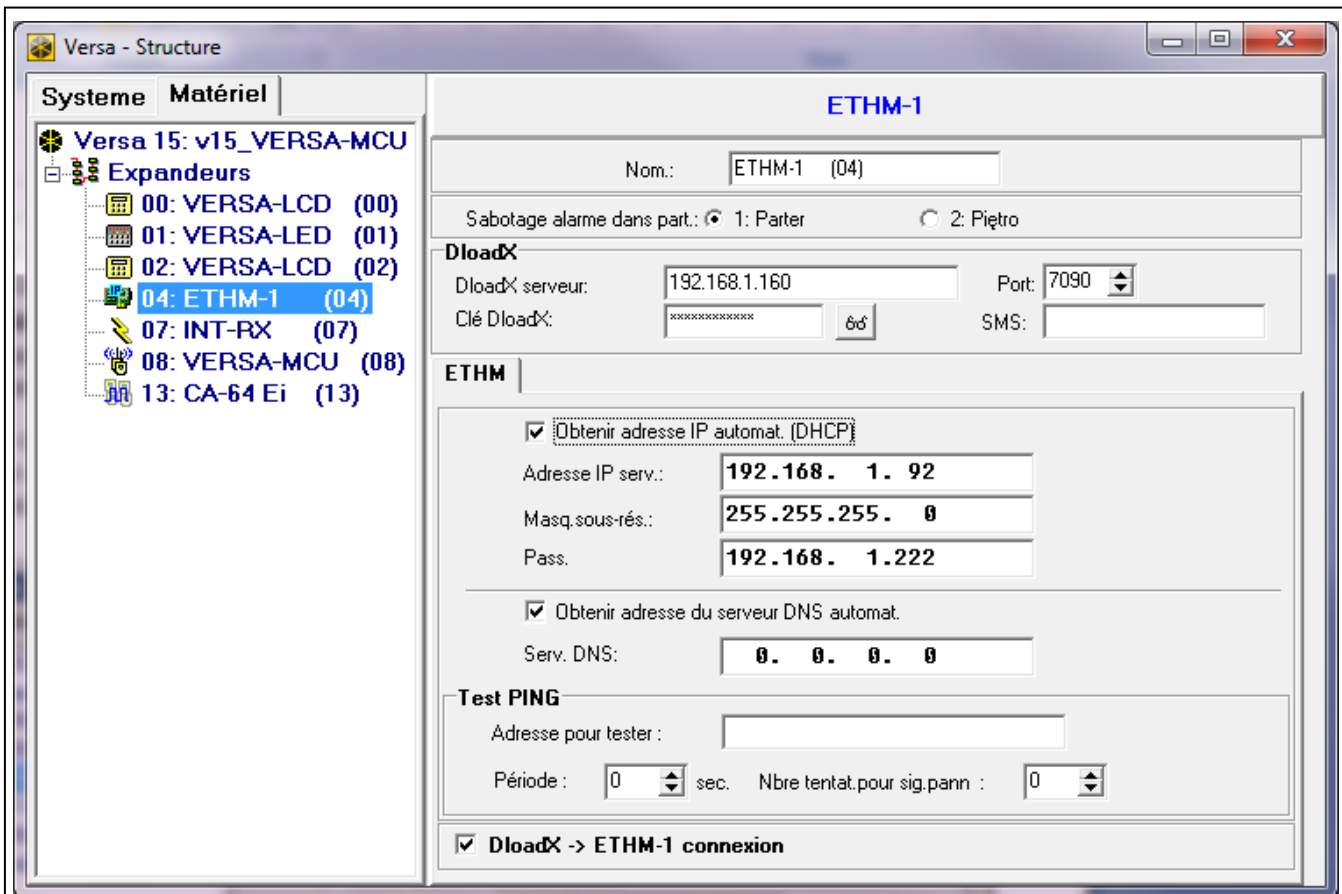

Fig. 6. Logiciel DLOADX : réglages du module ETHM-1 Plus connecté à la centrale VERSA.
- du logiciel DLOADX : →fenêtre « Versa – Structure » →onglet « Matériel » →branche « Module d'extension »→[nom du module] (fig. 6).